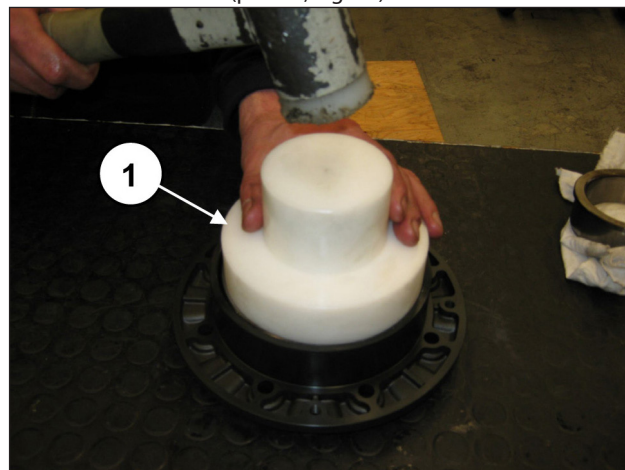
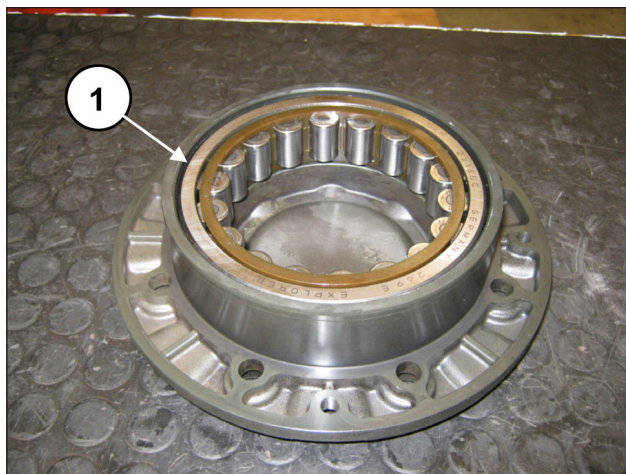

Fig. 55
Fig. 56
Ripetere l'operazione sul coperchio cuscinetto premontando l'anello esterno del cuscinetto albero a gomiti mediante l'attrezzo cod. 27605000 (pos. ①, Fig. 55) fino al suo completo inserimento a battuta (pos. ①, Fig. 56).